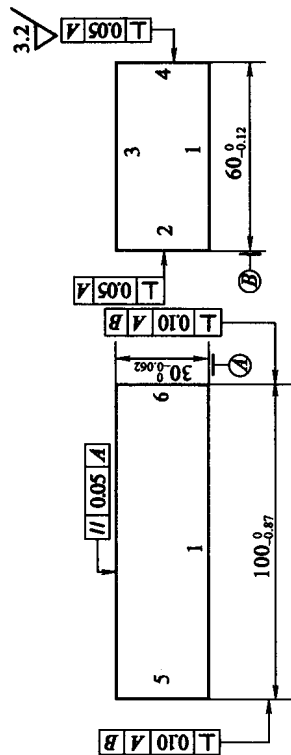

图 2-2-1
2. 拟在 X6132 型铣床上用圆柱铣刀加工如图 2-2-1 所示的一长方体形零件。已知 45 钢锻件毛坯各外形尺寸余量均在 5~8 mm 之间, 根据图示情况应先加工_____ 面作基准面; 图中尺寸_____ 的尺寸为_____; _____ 面和_____ 面相对_____ 面的垂直度公差为 0.05 mm; _____ 面和_____ 面同时对_____ 面的垂直度公差为 0.1 mm; _____ 面相对_____ 面的平行度公差为 0.05 mm。
8. 图 2-2-1 所示零件, 若铣削出的面 3 与面 1 的平行度超差, 试分析其产生的原因。